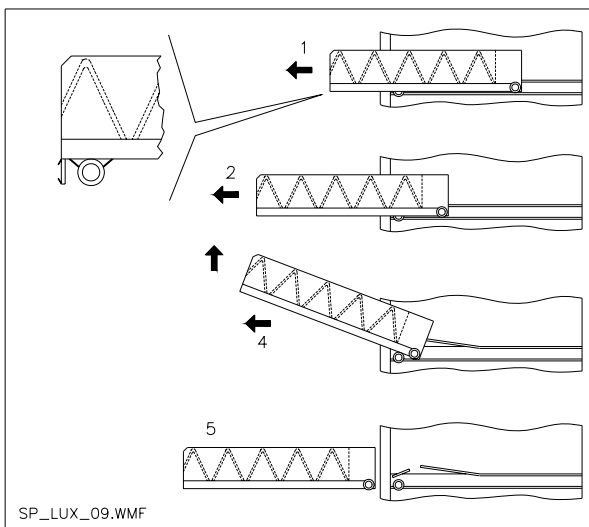
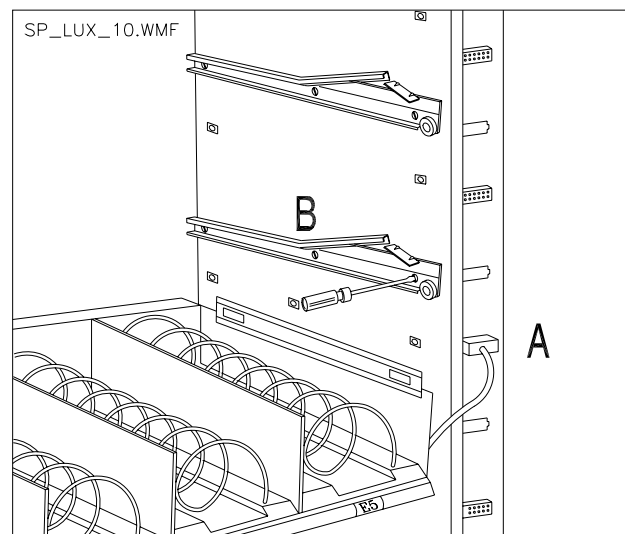

FIG. 8
FIG. 9
10.3 PROCEDIMIENTO PARA LA REMOCIÓN DE LOS CAJONES (FIG. 8 - FIG. 9)
<p>Para sustituir el cajón se debe proceder de la siguiente manera:</p> <ol style="list-style-type: none"> 1) Abrir la puerta principal. 2) Quitar la corriente eléctrica llevando el interruptor a "OFF". 3) Disconectar el conector eléctrico -A- FIG. 9. 4) Extraer el cajón forzando el bloque del resorte de posicionamiento. 5) Tirar el cajón hasta el paro, después levantarlo en alto, girarlo en bajo hasta el desenganche de la guía y en fin removerlo de la máquina FIG. 8. <p>Para el montaje de otro cajón, la procedura es la siguiente:</p> <ol style="list-style-type: none"> 1) Insertar el cajón. 2) Empujar hasta que el cajón se empalma en posición de bloque. 3) Insertar el conector eléctrico -A- FIG. 9. 4) Portar el interruptor en posición "on". 5) Cerrar la puerta principal.
<p>Los distribuidores que poseen 6 cajones pueden ser transformados en distribuidores de 7 cajones, de la siguiente forma:</p> <ol style="list-style-type: none"> 1) Abrir la puerta. 2) Quitar la corriente eléctrica llevando el interruptor a "OFF". 3) Extraer todos los cajones del Distribuidor Automático 4) Desplazar las guías ref. B FIG. 9 (la última en bajo está deja en la posición correcta y no necesita desplazamiento). 5) Desplazar los conectadores, ref. A. FIG. 9, sobre el borde de la caja. 6) Quitar un par de guías y un cableado del conector. 7) Re-montar 7 cajones, controlando que el resorte de bloque esté empalmado y los conectadores estén bien insertados. 8) Imponer los nuevos precios.